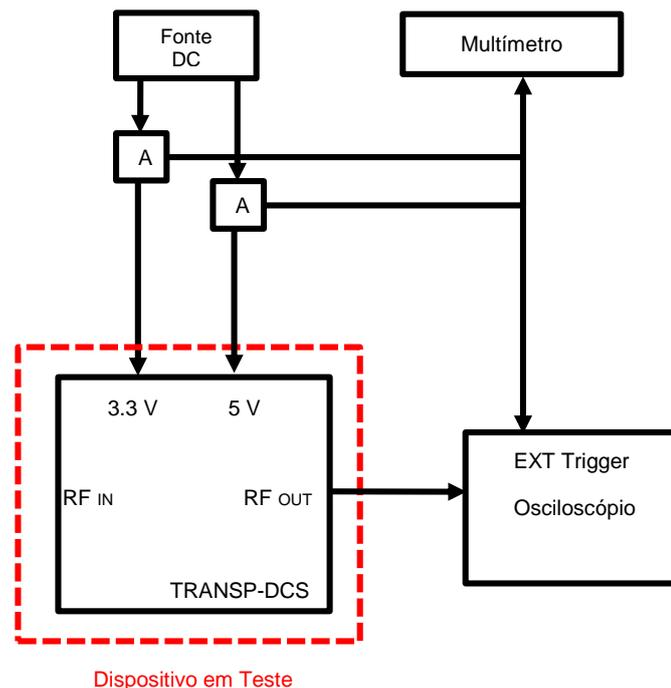

Figura 3.1.1 – diagrama de execução do teste de tempo de ligamento.
- 1) Realizar as conexões descritas na Figura 3.1.1;